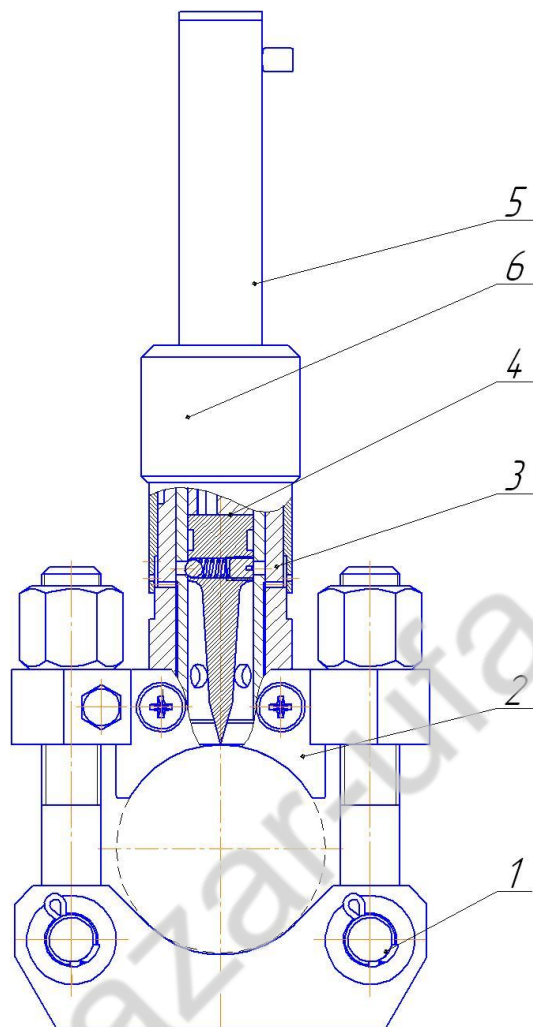

Рис.2. Силовая часть УДПК 90.
4.1. 4.1. Силовая часть устройства УДПК (рис.2) состоит из хомута 1 с двумя болтами и гайками, фланца 2, ствола 3, пробойника 4, ударно-спускового механизма 5, затвор 6.